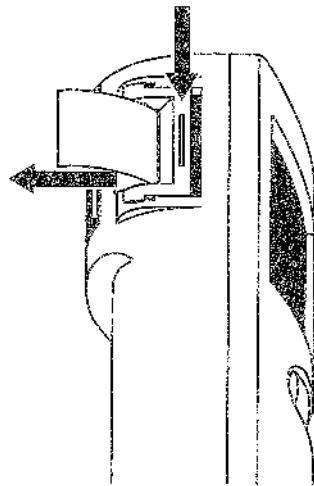

Figura 11: Desmontaje de la tapa de la salida del papel
- d. Si esto no da resultado, retirar primero la tapa de la salida del papel. Para ello, coger la tapa firmemente con las dos manos, presionar sobre ella y empujirla hacia la parte posterior de la unidad para que se suelte (ver figura. 11). Al hacer esto, tener cuidado de que el papel no se rasgue más. Levantar la tapa del N-20P con mucho cuidado y repetir las operaciones a y b.